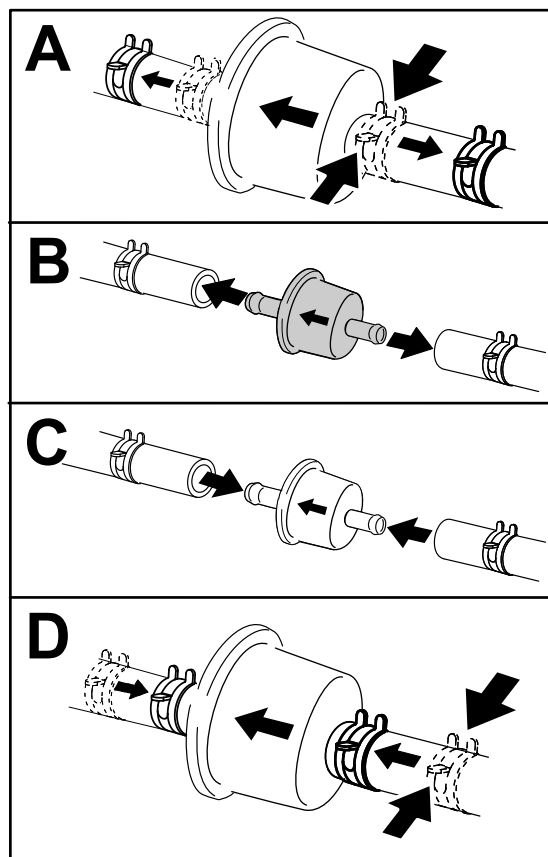

Figura 48
3. Cambie el filtro (Figura 48).